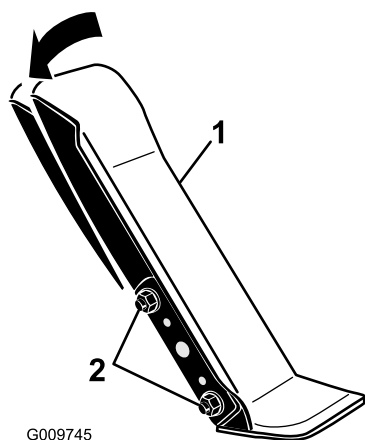

Figura 61
1. Allentare i due dadi e bulloni che fissano il lato sinistro del pedale di trazione alla staffa (Figura 61).
2. Inclinate il pedale nell'angolazione desiderata e stringete i dadi (Figura 61).